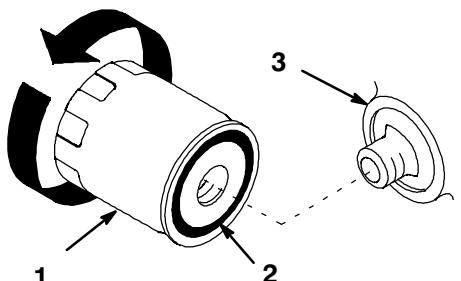

Abbildung 26
3. Den alten Filter entfernen und die Dichtungsfläche des Filteradapters (Abb. 26) sauberwischen.
5. Eine dünne Schicht neues Öl auf die Gummidichtung am Austauschfilter geben (Abb. 26).
6. Den Austausch-Ölfilter am Filteradapter anbringen und im Uhrzeigersinn drehen, bis die Gummidichtung den Filteradapter berührt. Dann den Filter um eine weitere 1/2 Umdrehung festdrehen (Abb. 26).